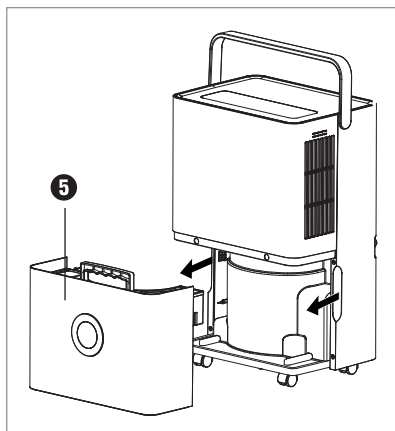

Fig. 1
- ♦ Tag forsigtigt vandbeholderen **5** ud af produktet ved at holde på gribefordybningerne **4** (se fig. 1). Brug håndtaget til at bære vandbeholderen **5** med.